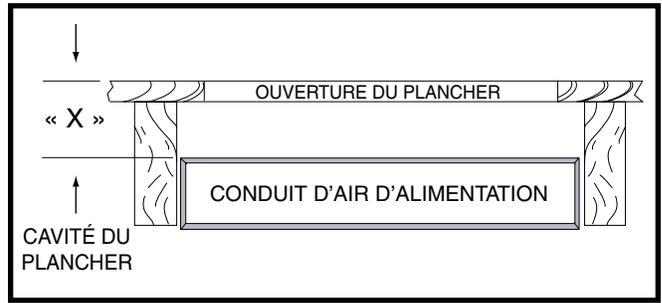

Figure 9. Cavité du plancher
4. Mesurez la distance entre le dessus du plancher et le dessus du conduit d'alimentation en air pour obtenir la profondeur de la cavité du plancher. **REMARQUE :** La profondeur de la cavité du plancher montrée en « X » dans la Figure 9 \(page 8\) déterminera le raccord de conduit qui convient.